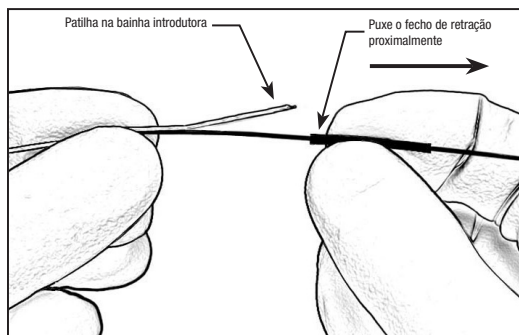

Figura 3 – Puxe o fecho de retração proximalmente
17. Segure o dispositivo na posição imediatamente distal relativamente ao fecho de retração e puxe o fecho de retração proximalmente para expor a patilha na bainha introdutora. Veja a Figura 3.